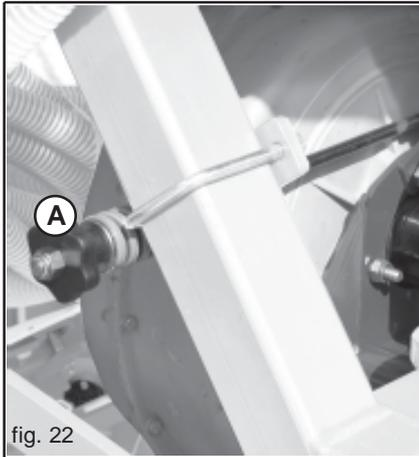
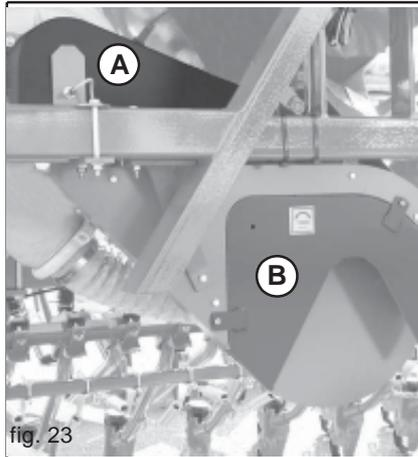

fig. 22
fig. 23
- 2) Die Riemen mittels des Handrad (A Abb. 22) lockern, die Schutzverkleidungen (A, B Abb. 23) abnehmen und die Treibriemen entfernen.